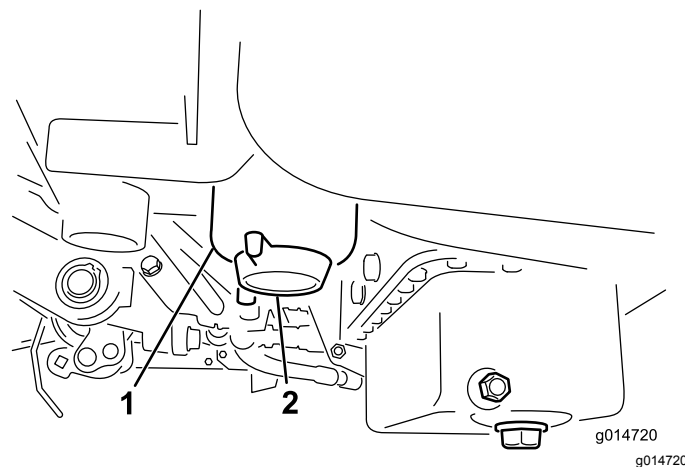

Figura 31
3. Aprite il tappo di spurgo sul filtro del carburante di circa un giro e lasciate fuoriuscire l'acqua accumulata (Figura 31).